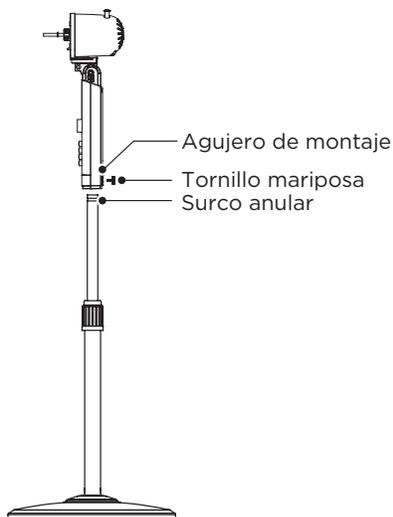

Fig.4
- 5 Coloque la parte superior del ventilador sobre la columna y apriete el tornillo con cabeza de mariposa alineándolo con la ranura del poste interno. (Fig.4)